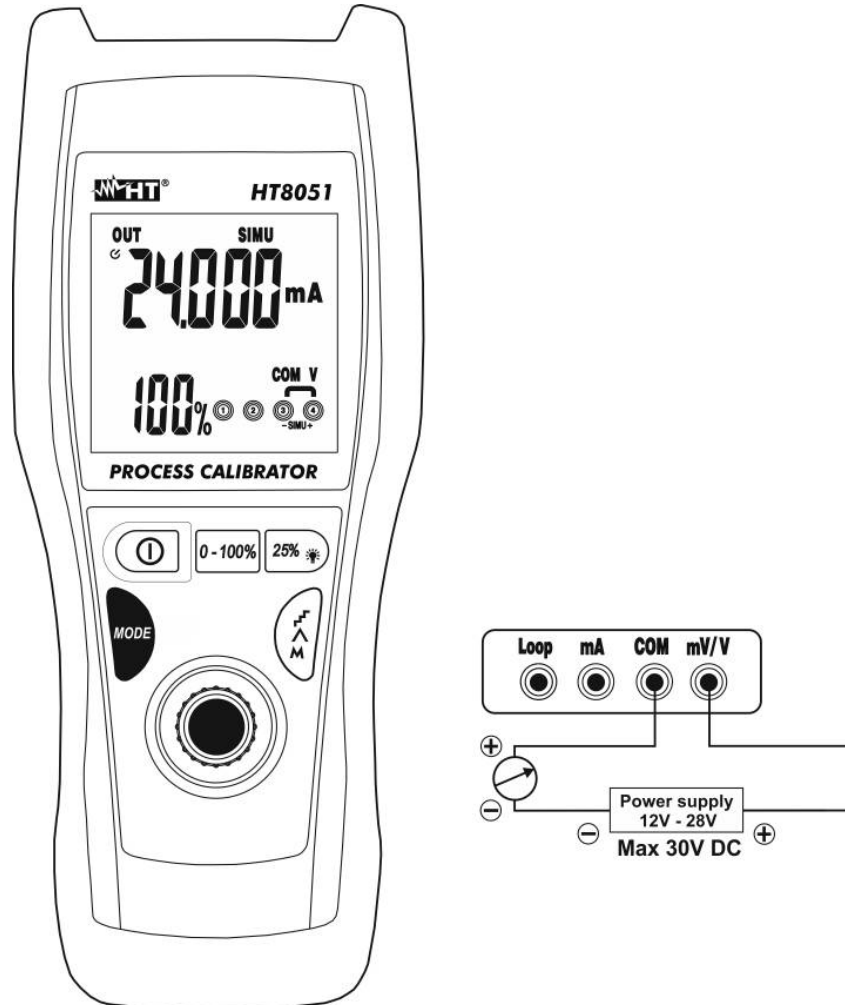

Abb. 8: Simulation eines Wandlers
5. Verbinden Sie die rote Messleitung mit dem positivem Potenzial der externen Quelle und die schwarze Messleitung mit dem positivem Potenzial des externen Messgerätes (z.B.: Multimeter – siehe Abb. 8: Simulation eines Wandlers
7. Zur Erzeugung des negativen Stromwerts tauschen Sie die Messleitungen in die umgekehrte Richtung in Bezug auf die Verbindung in Abb. 8: Simulation eines Wandlers